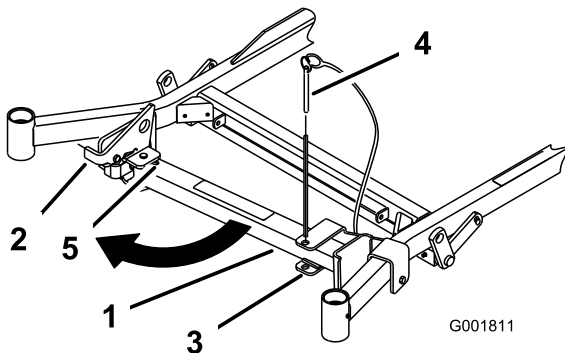
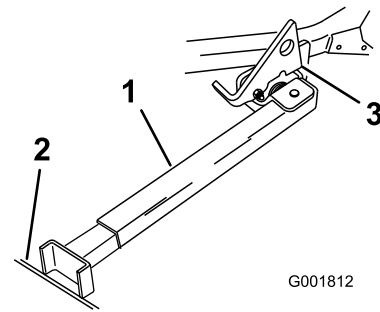

Bild 26
Bild 27
2. Nehmen Sie den Halterungsstift ab (Bild 26).
3. Heben Sie den Riegel an. Drehen Sie den Ständerfuß nach vorne heraus und schieben Sie den Ständer zur Maschine in den unteren Schlitz (Bild 26 und Bild 27).
4. Stellen Sie den Fuß auf den Boden und lassen Sie den Riegel auf der Drehlasche aufliegen (Bild 27).
Hinweis: Stellen Sie den Ständerfuß am besten in Risse auf Gehwegen oder in der Rasenfläche (Bild 27).
6. Fahren Sie auf den Stand auf. Halten Sie an, wenn der Riegel über die Lasche in die arretierte Stellung einrastet (Bild 27). Stellen Sie nach dem Auffahren auf den Stand die Feststellbremse fest und stellen Sie den Motor aus.
5. Stellen Sie den Ständer wieder in die Ruhestellung (Bild 26).